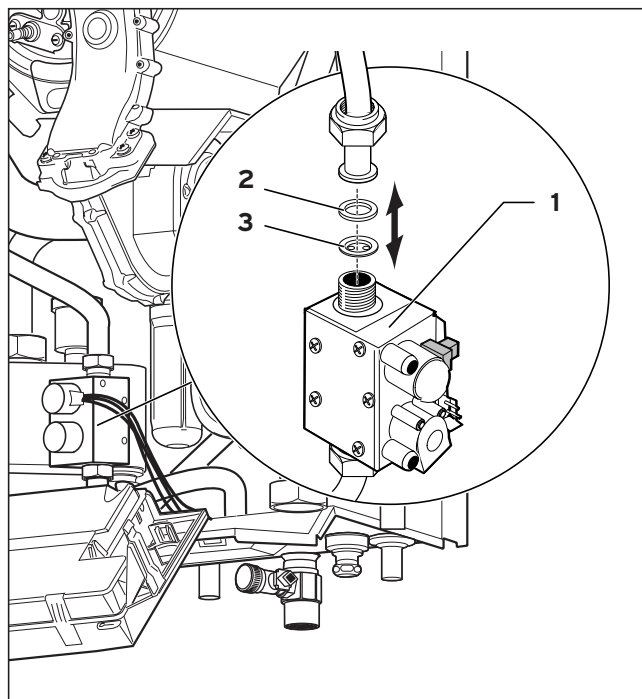

Abb. 5.3 Gasblende tauschen
- Für die Umrüstung des Gerätes von Erdgas- auf Flüssiggasbetrieb tauschen Sie die eingebaute Gasblende inklusive der Dichtung (2, 3) gegen die dem Gerät beigeackte entsprechende Flüssiggasblende aus (s. Abb. 5.3) (Tab. 5.1).